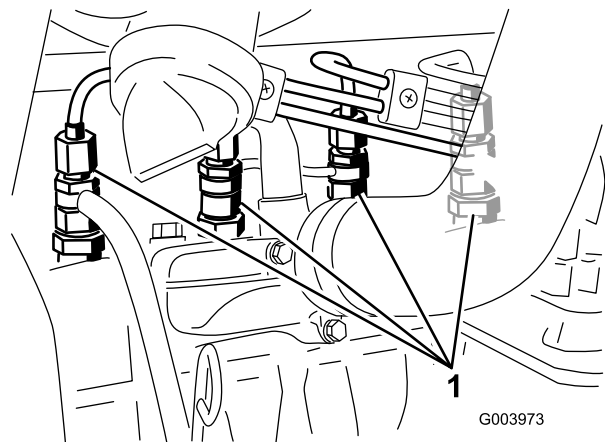

Рисунок 36
- Ослабьте соединение трубки к соплу № 1 и держателю в сборе (Рисунок 36).